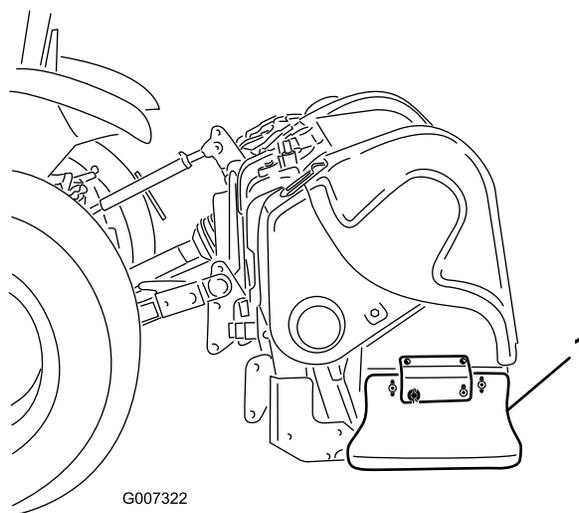

Рисунок 39
1. Ослабьте болты и зажимные гайки крепления боковых щитков к раме (Рисунок 39).